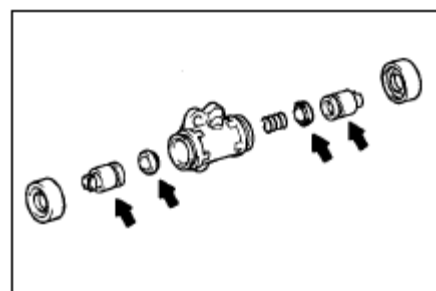

Рис. 301
(1) Снимите с тормозного цилиндра два пылезащитных колпачка.
(2) Снимите два поршня и пружины.
(3) Снимите с каждого поршня два защитных колпачка тормозных цилиндров. (рис. 301)